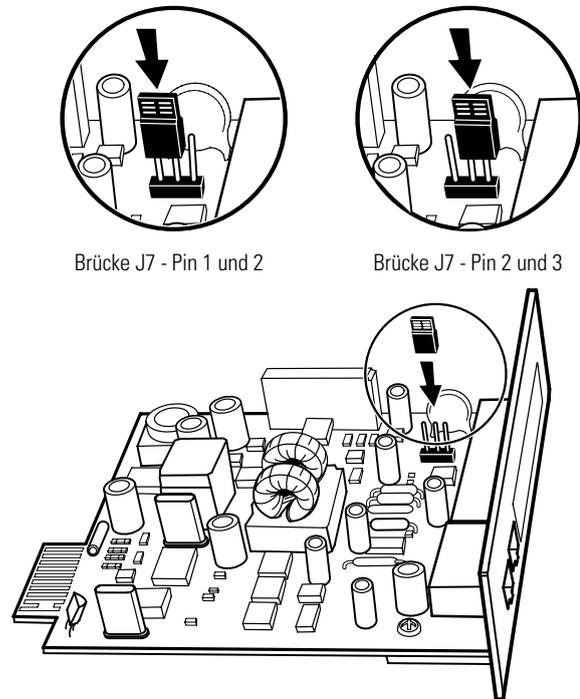

Abbildung 42. Setzen der CAN-Bridge-Karte-Brücke J7 (Ansicht von der Seite)
5. Der Brücke auf der Powerware HotSync-CAN-Bridge-Karte an denselben Stiften wie bei einer parallelen Standardkonfiguration setzen (siehe Abbildung 42):